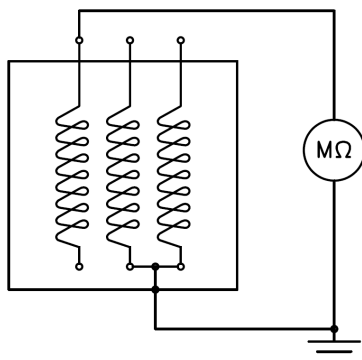

Figura 1
- **Estator principal:** la medida de la resistencia de aislamiento se realizará teniendo cuidado de desenchufar las conexiones que van a los dispositivos de regulación (regulador de tensión y otros dispositivos) o a otros posibles dispositivos del grupo. La medida se efectuará entre una fase y masa con las dos restantes también conectadas a tierra (operación a repetir en las tres fases). (véase **figura 1**)